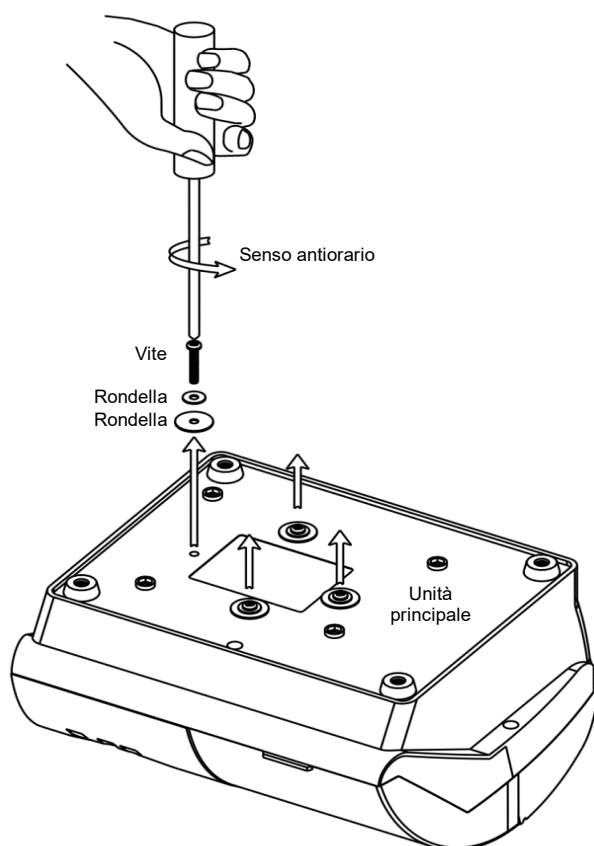

Fig 2
- 1) Estrarre l'unità principale dalla scatola d'imballaggio, girare la parte inferiore verso l'alto e posizionare su un tavolo sopra un panno protettivo. Come mostrato in Fig.2, rimuovere le quattro viti di trasporto rosse con un cacciavite.